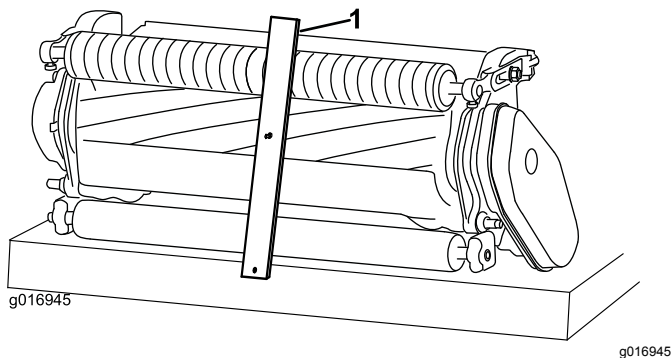

図 15
2. 刈り高ゲージのねじの頭を下刃の先端に引っかけ、バーの後端を後ローラに当てがう 図 15。